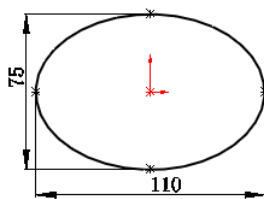

图 3.33.3 草图 1
Step3. 创建图 3.33.3 所示的草图 1。选择下拉菜单 **插入(I)** → **草图绘制** 命令；选取前视基准面作为草图基准面，绘制图 3.33.3 所示的草图 1。